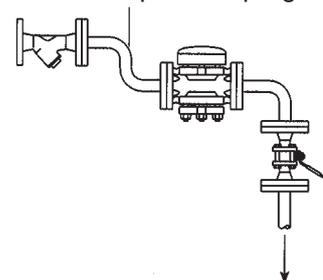

Fig. 3 - Installation typique
**3.4** Le purgeur doit être monté de préférence sur une tuyauterie horizontale avec le couvercle isolant à la partie supérieure (Fig. 3). Le purgeur peut fonctionner dans n'importe quelle autre position, mais cela affectera sa durée de vie.